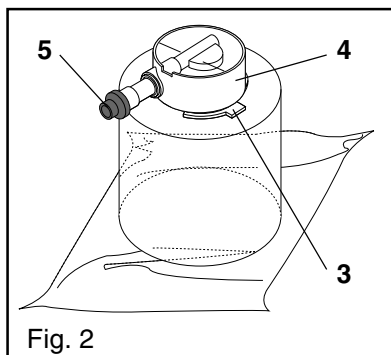

Fig. 2
- De productcontainer op de kop zetten en de koffieresten verwijderen door de treksluiting (5) te draaien en op de bodem van het doseersysteem te tikken (fig. 2).
- De spanring op de handgreep (3) losmaken (fig. 2).
- Het doseersysteem (4) voorzichtig verwijderen (fig. 2).